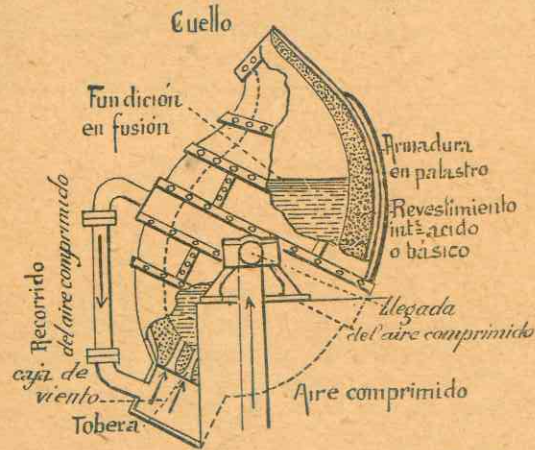

Fig. 326. - Convertidor Bessemer para la afinación de la fundición.
a) *Procedimiento de Bessemer* (fig. 326). Se descarbura la fundición por medio del convertidor Bessemer, retorta grande de palastro espeso, forrado interiormente, de ladrillos refractarios.